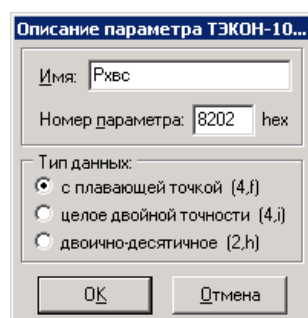

Рис. 5.59
- простые и групповые параметры (рис. 5.59Рис. 5.61).
При выборе опции «Параметр» откроется диалоговое окно (например, рис. 5.59) с опциями опроса параметра: